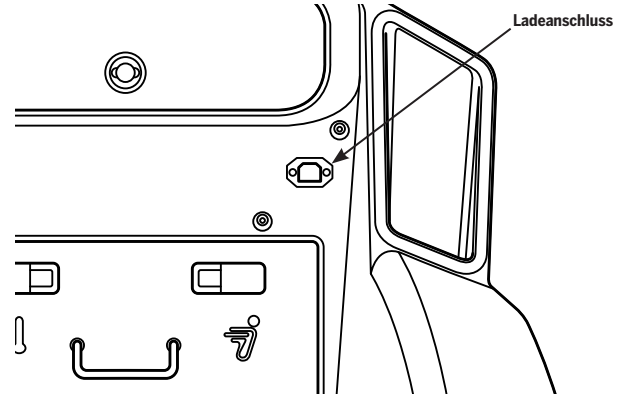

Abbildung 39: Überprüfen Sie, ob der Ladeanschluss sauber, trocken und frei von Schmutz ist
2. Vergewissern Sie sich, dass der Ladeanschluss, das Netzkabel und die Netzsteckdose sauber, trocken und frei von Schmutz sind (**Abbildung 39**).